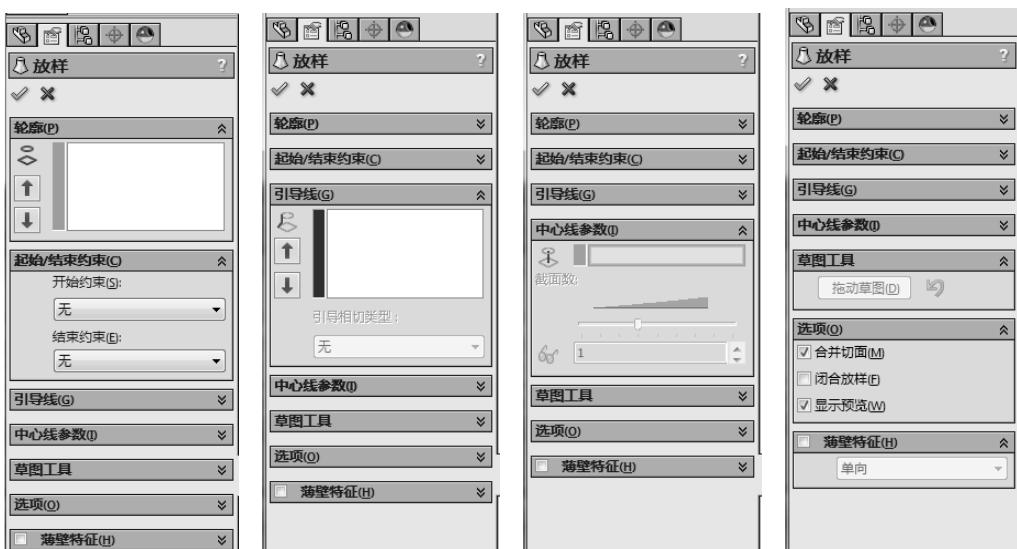

图 4-18 放样操控板
- [1] 单击 CommandManager 中的【放样】按钮 ，或单击特征工具栏上的【放样】按钮 ，或单击菜单【插入】/【凸台/基体】/【放样】选项，打开放样操控板，如图 4-18 所示。